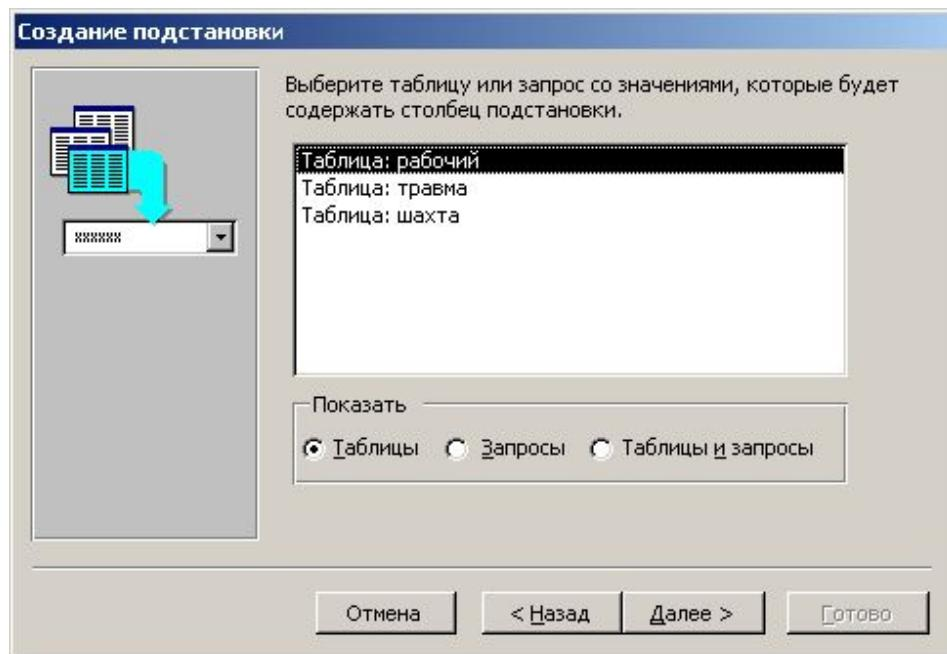

Рис. 2.4 – Вікно створення підстановки
4. У вікні, що з'явилося (рис. 2.4), варто вибрати таблицю, з якої будуть підставлятися значення поля (для нашого приклада, таблицю "TPABMA"), і натиснути кнопку Далее